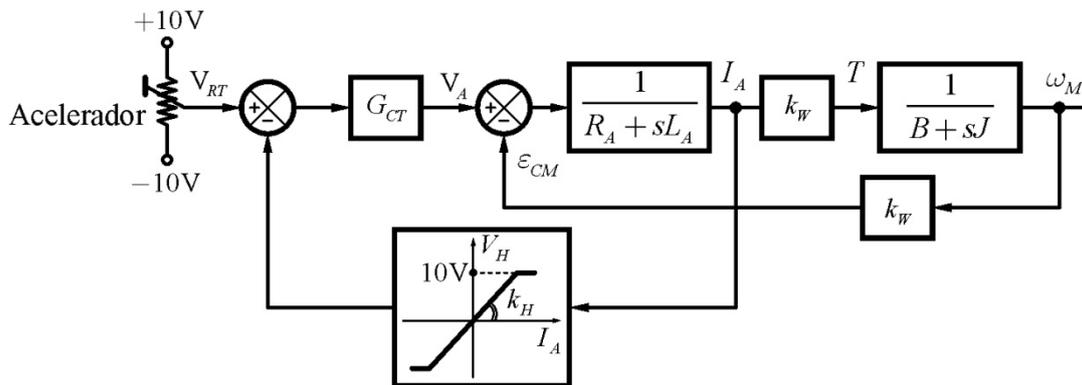

Figura 5: Lazo de control de torque.
- Asumir que el acelerador del vehículo implementa un control de torque como el que se muestra en la figura 5 de modo de no exceder  $T_{Mmx} = 50Nm$ , realimentando la corriente  $I_A$  con un transductor de efecto Hall. Hallar  $I_{Amx} > I_{AN}$  para producir el  $T_{Mmx} = 50Nm$ . Calcular la constante  $k_H$ . Asumir que la ganancia de avance es suficientemente grande.